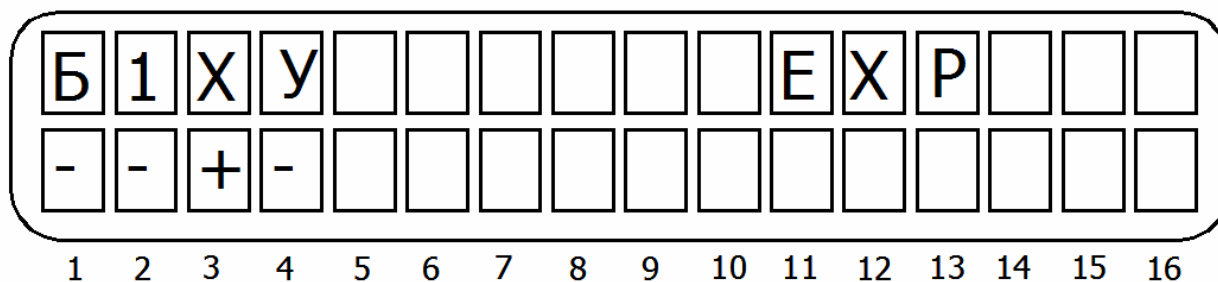

Рис.16 Программное включение расширителя
3.1.4. Включите опцию «X» в данном экране, установив под буквой, ее обозначающей, знак «+», как показано на рис. 16.